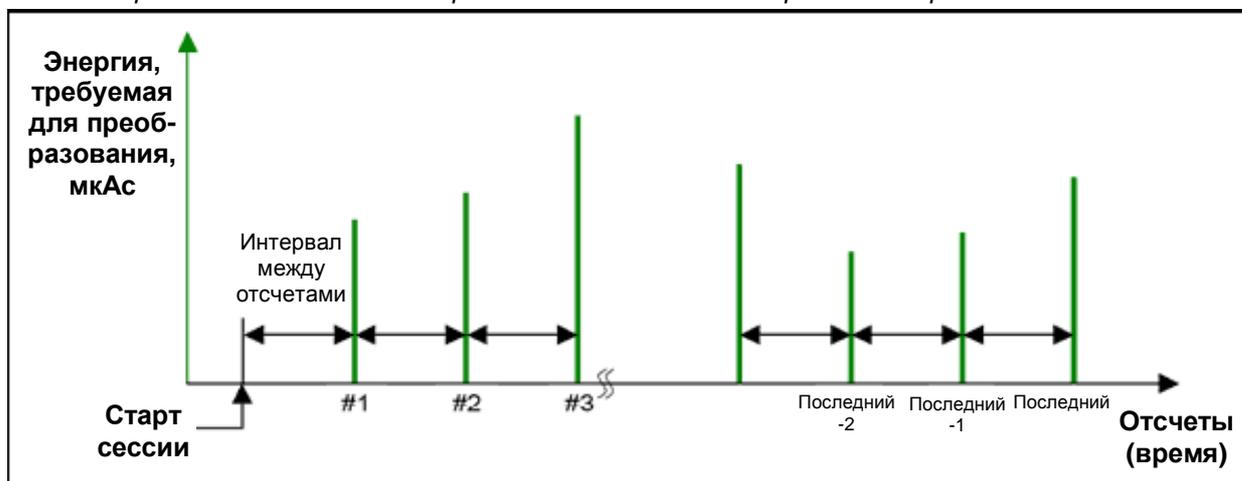

Рис.3. Энергия, затраченная на преобразование при каждом отсчете
3. Определить энергию, затраченную на преобразование при этой температуре (Рис.3), и прибавить это значение к значению энергии, отбираемой постоянным током потребления в течение интервала.